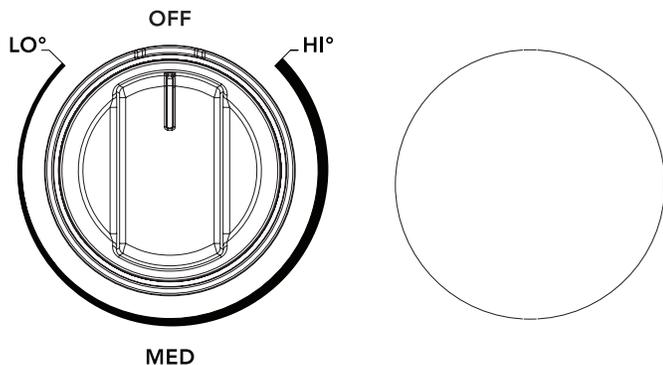

Figure 10: l'élément de surface à rayonnement
2. Pousser et tourner le bouton de commande de surface dans un sens ou dans l'autre (Figure 10) pour obtenir la valeur souhaitée (reportez-vous au « Réglages suggérés pour l'élément de surface à rayonnement » au Tableau 1).
Démarrer la majorité des cuissons sur un réglage élevé, puis revenir ensuite à un réglage plus bas pour terminer. Les boutons de commande de surface n'ont pas à être réglés exactement sur un point particulier. Utiliser les tableaux graphiques fournis à titre de guide et régler le bouton de commande selon les besoins (voir Figure 10).